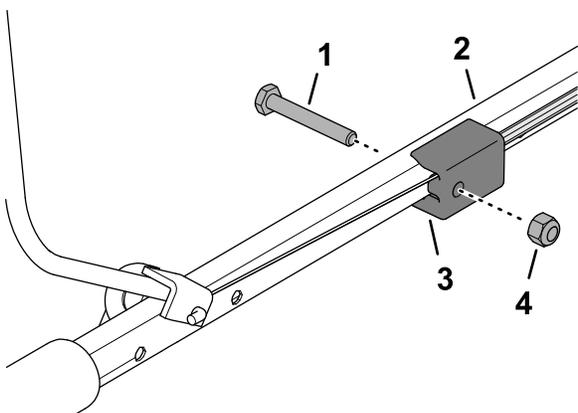

Bild 13
4. Stecken Sie das Ende des Schaltbügels in den Holm, drücken Sie den Schaltbügel leicht zusammen und stecken Sie das Ende des Schaltbügels in den Holm (**Bild 13**).